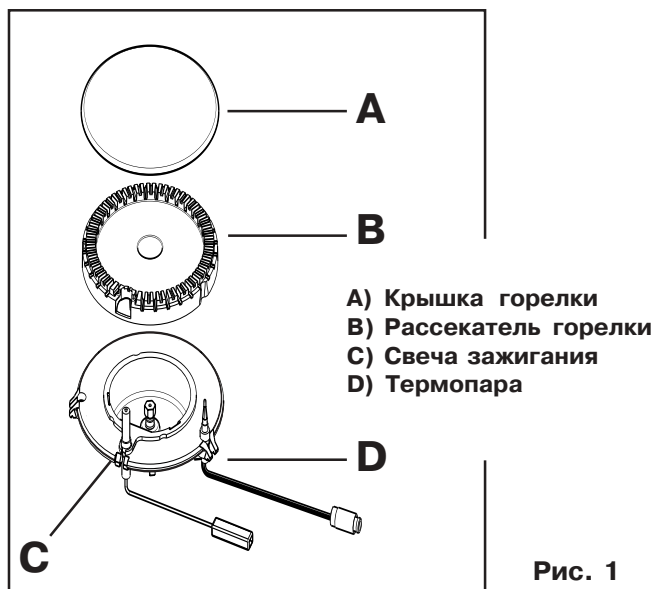

Рис. 1
2. После зажигания пламени держите ручку нажатой не менее 5 секунд. Это позволит термопаре (Рис. 1.D) нагреться и отключить предохранительное устройство, в противном случае подача газа будет прервана.
**i** Если в ходе нескольких попыток Вам не удалось зажечь горелку, проверьте, что крышка (Рис. 1. А) и рассекатель горелки (Рис. 1. В) находятся в правильном положении.
В моделях с электрическим розжигом он обеспечивается с помощью керамической свечи и металлического электрода (Рис. 1 С). Содержите эти детали в чистоте для предотвращения трудностей с розжигом, а также проверяйте, чтобы отверстия в рассекателе горелки (Рис. 1 В) не были засорены.